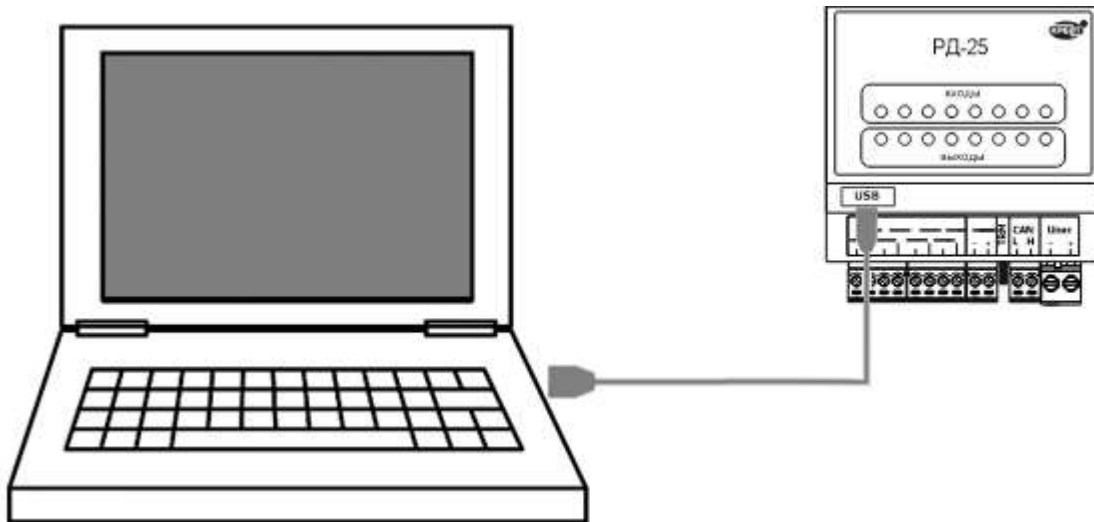

Рисунок 2 – Подключение РД-25 к ПК
2. Соединить РД-25 с ПК с помощью mini-USB-кабеля (см. рисунок 2), подать питание на контроллер (см п. 7.2).